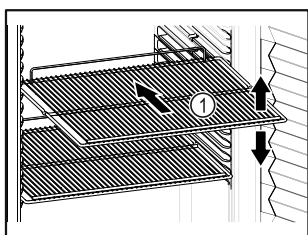

Fig. 20 Ilustratīvs attēlojums
- ❑ Ja novietošanas režģi Fig. 20 (1) ir novirzāmi, pielāgojiet tos pēc augstuma.